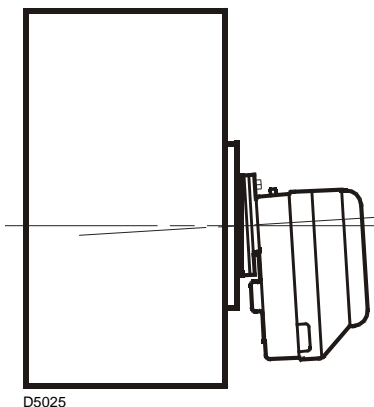

Fig. 8
- Ad installazione avvenuta verificare che il bruciatore sia leggermente inclinato come illustrato in Fig. 8.